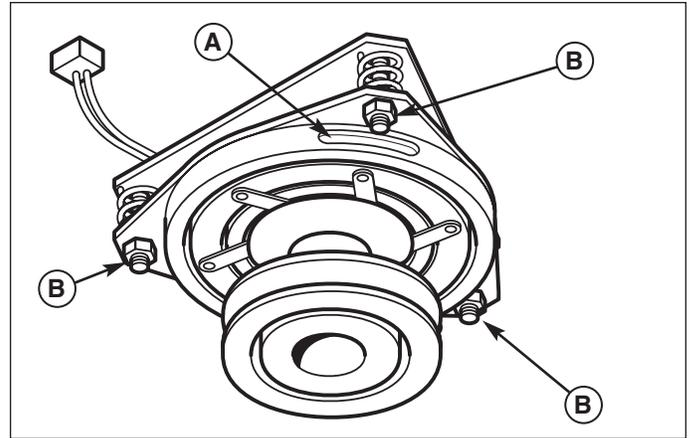

Figure 32. Réglage de l'embrayage de la PDF
2. Voir la Figure 32. Noter la position des 3 orifices de réglage (A) situés sur le côté de la plaque de freins et les écrous de réglage à filetage autofreinant (B).
4. Serrer alternativement les écrous de réglage (B, Figure 32) jusqu'à ce que la face du rotor et la face de l'induit entrent juste en contact avec la jauge.